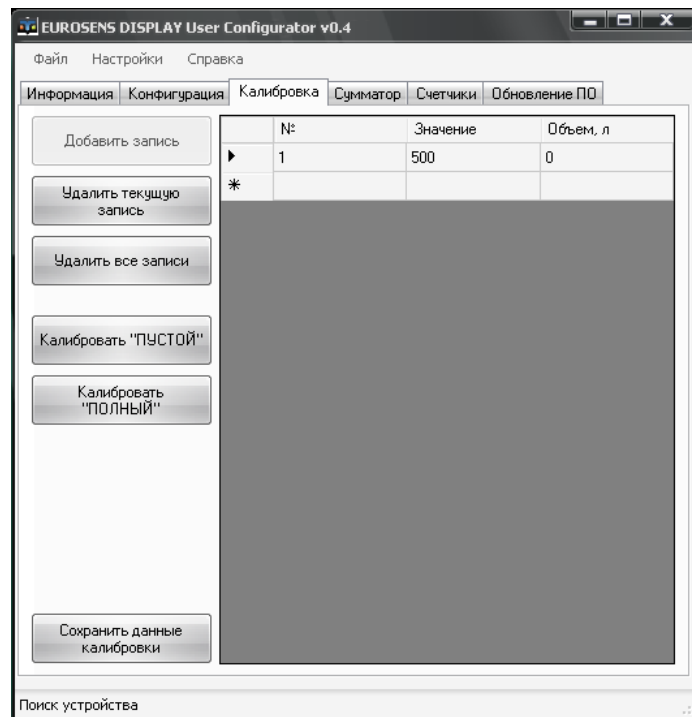

Рис.39
7) Нажать кнопку **"Калибровать "ПУСТОЙ"** (рис.39).
8) Внести в первую строку таблицы в графе **"Значение"** значение частоты, соответствующее пустому баку (рис.39). Значение объема топлива в таблице (см. графа **"Объем, л"**) должен быть равно нулю.